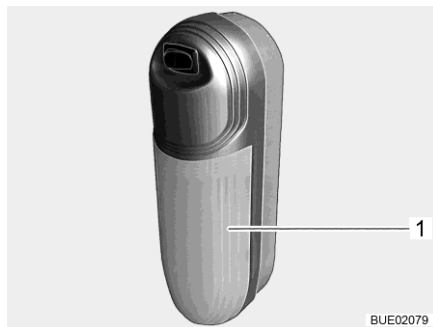

Bild 294 Aufbauleuchte
- Transparente Abdeckung (Bild 294,1) leicht vom Schalter wegziehen und abnehmen.